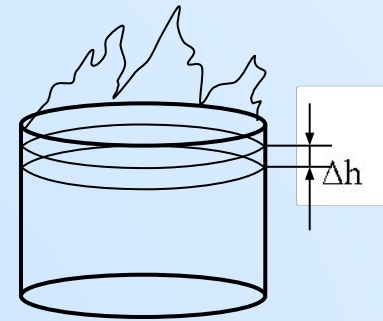

Рисунок 2
Объем выгоревшей жидкости (V) равен произведению площади зеркала жидкости $S = S_{\text{пр}}$ (площадь поверхности горения) на Δh (рисунок 2), с другой стороны, отношению массы выгоревшего вещества m на плотность ρ :